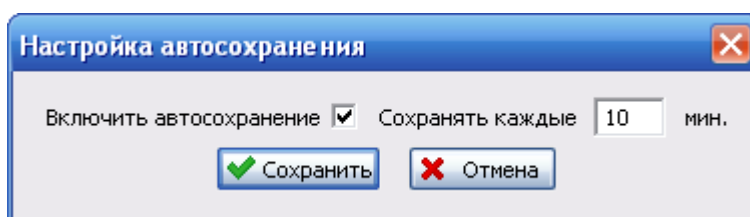

Рис. 2-17
- В появившемся окне **Настройка автосохранения** (рис. 2-17):